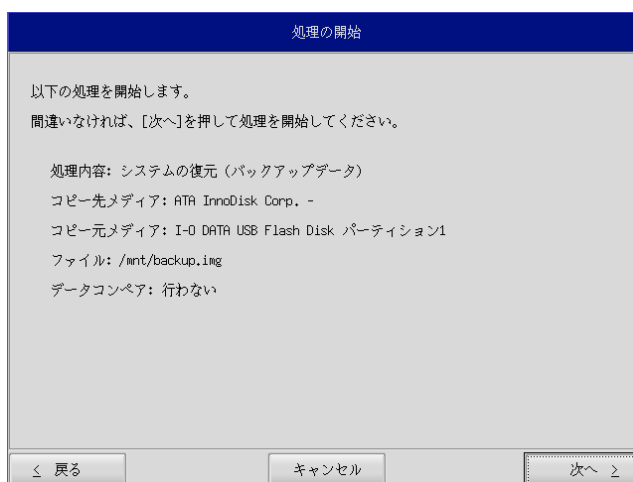

図 5-2-6. 確認画面
- ⑪ 確認画面 (図 5-2-6) が表示されます。メディア、パーティション、バックアップファイルを確認します。[次へ] ボタンを押します。